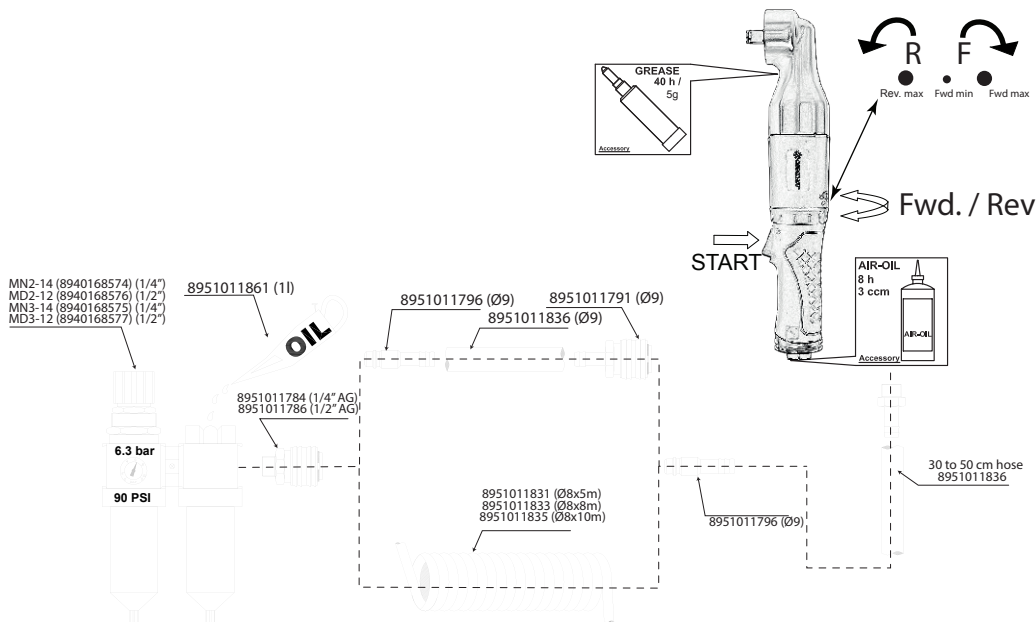

Fig. 01
- Connect device as shown in Fig. 01 to a clean and dry air supply.
- To start the machine, pull the trigger (A). Release the trigger to stop.
- To switch rotation, turn the switch (B) as shown in Fig. 01.
- Use the reverse switch (B) only when the drive spindle comes to a complete stop. Changing the speed before the drive spindle stops may damage the machine.
- To adjust output power, turn the regulator (B) as shown in Fig. 01.
- Schließen Sie das Gerät wie in Abb.01 an eine saubere und trockene Druckluftquelle an.
- Um die Maschine zu starten, muss der Auslöser (A) gezogen werden. Der Druck auf den Abzug bestimmt die Geschwindigkeit des Motors. Um die Maschine zu stoppen, den Auslöser wieder freigeben.
- Die Drehrichtung wird gewechselt, indem der Schalter (B) wie in Abb. 01 gezeigt gedreht wird.
- Den Umkehrschalter (B) nur verwenden, nachdem die Antriebsspindel vollkommen angehalten hat. Änderung der Drehrichtung vor Halt der Spindel kann die Maschine beschädigen.
- Zum Einstellen der Ausgangsleistung drehen Sie den Regler (B), wie in Abb. 01 gezeigt.